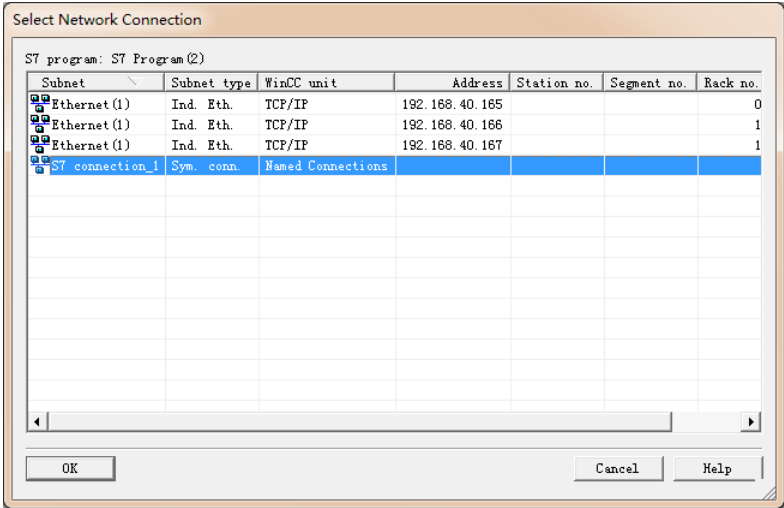

图 13
(E) 确认在 NetPro 中创建的 S7 连接分配在 WinCC 的命名连接下，如图 13 所示。根据向导完成 AS-OS 编译。